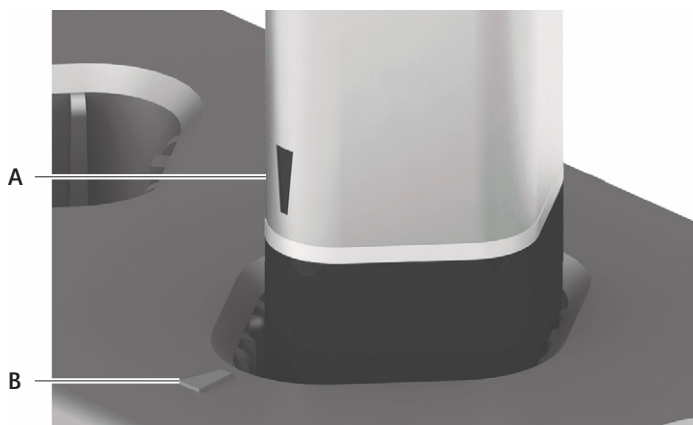

Рис. 1 Вставка аккумулятора в зарядное гнездо
- ▶ Вставлять аккумуляторы в зарядное гнездо контактами вниз таким образом, чтобы маркировка **A** на аккумуляторе совпала с маркировкой **B** на зарядном гнезде, см. Рис. 1. Горит зеленая индикация "Индикация процесса зарядки". Процесс зарядки начинается автоматически.